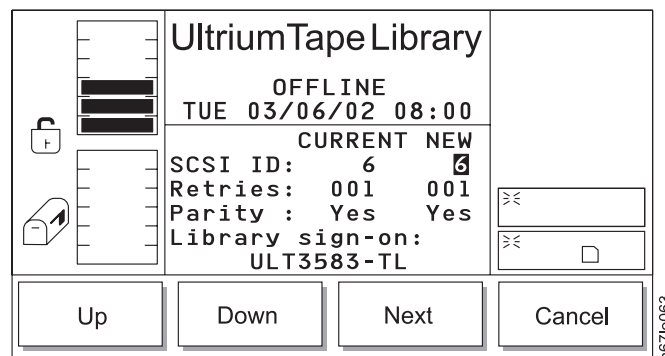

Abbildung 49. Kassettenarchiv-SCSI-Dialog
2. Wählen Sie **Setup** → **Library** → **SCSI** aus. Der SCSI-Dialog erscheint (siehe Abb. 49). Die vorhandene ID ist der Wert im Feld SCSI ID: CURRENT.
Tabelle 13. Übersetzung von Abb. 49 auf Seite 65, Kassettenarchiv-SCSI-Dialog